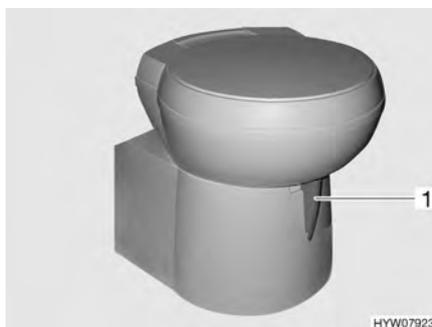

Fig. 191 Tazza del WC Thetford, orientabile
- Prima di tirare l'acqua, aprire il cursore della toilette Thetford. A tal fine girare la leva del cursore (Fig. 191,1) in senso antiorario.
- Girare la leva del cursore (Fig. 191,1) in senso orario. Il cursore viene chiuso. Per svuotare il cursore della toilette Thetford **deve** essere chiuso.